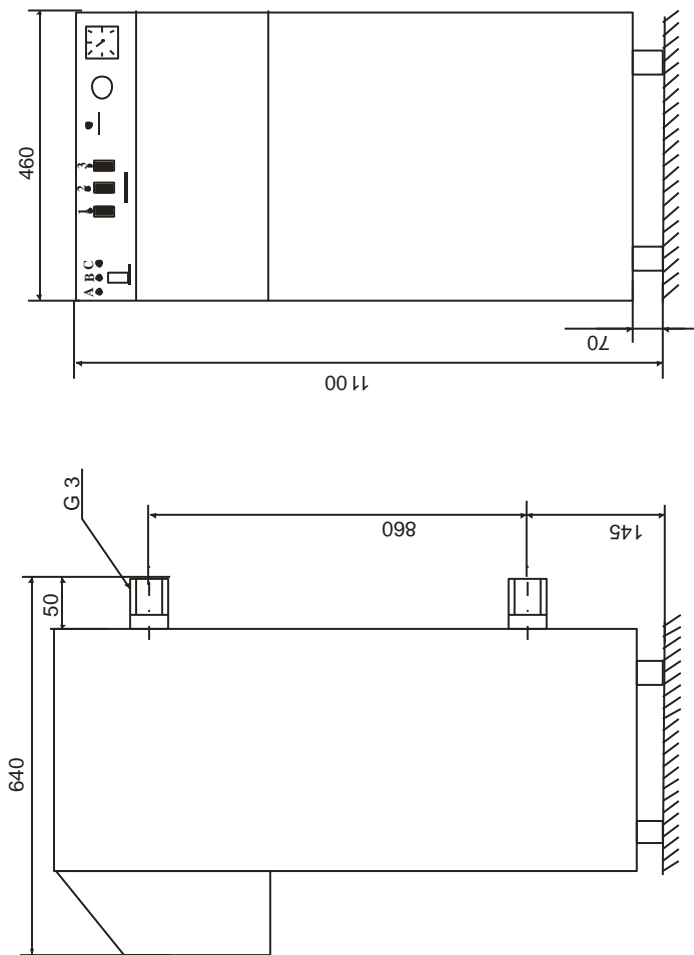

Рис. 2. Апарат електричний водогрійний
**5.1** КЕО є конструкцією, що складається з окремих вузлів, розміщених в сталевому корпусі форми паралелепіпеда (див. рис.2). Корпус є несучою конструкцією, сприймаючою навантаження, які виникають при експлуатації і транспортуванні. Блок управління закріплюється на передню верхню частину кожуха.